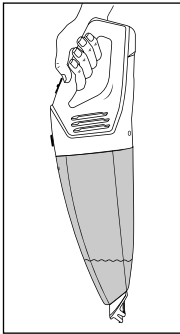

Abb. 3
- Wenn Sie Flüssigkeiten aufgesaugt haben, tragen Sie das Gerät immer mit der Nasssaugdüse **1** nach unten weisend (siehe Abb. 3):